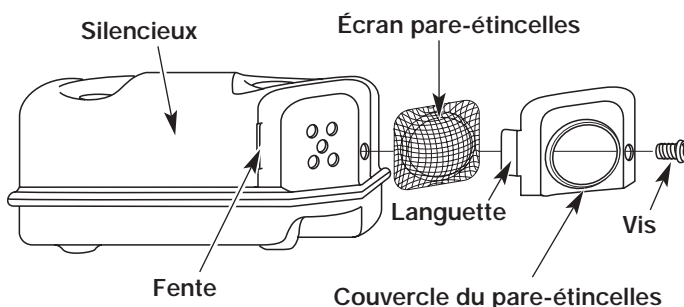

Fig. 74
2. Retirez la vis retenant le couvercle du pare-étincelles au silencieux à l'aide d'un tournevis à lame plate ou à mèche no. T-20 Torx (Fig. 74).